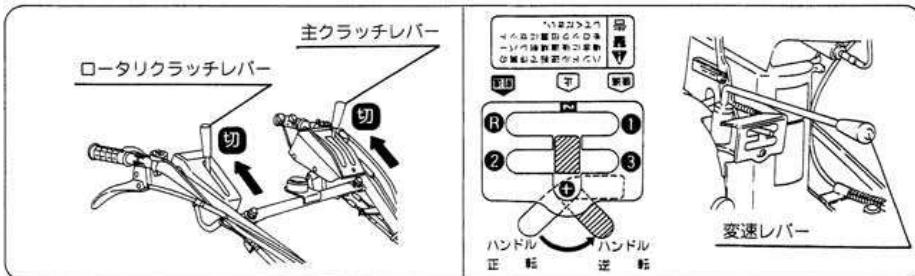

図10
- ① 主クラッチレバーは〔切〕位置に、ロータリクラッチレバーは〔切〕位置に、変速レバーは〔止(N)〕位置にしてください。（図10）